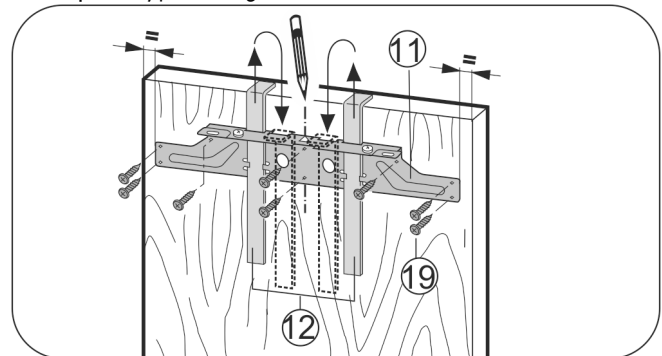

Fig. 18
- ▶ Αναρτήστε την τραβέρσα στερέωσης Fig. 18 (11) με τους οδηγούς τοποθέτησης Fig. 18 (12) στην εσωτερική πλευρά της πόρτας του επίπλου.
- ▶ Ευθυγραμμίστε την τραβέρσα στερέωσης Fig. 18 (11) στο κέντρο της πόρτας.
- ▶ Βιδώστε την τραβέρσα στερέωσης Fig. 18 (11) με τουλάχιστον 6 βίδες Fig. 18 (19).
- ▶ Βιδώστε την τραβέρσα στερέωσης Fig. 18 (11) με 4 βίδες Fig. 18 (19) στην άκρη.
- ▶ Τραβήξτε προς τα επάνω τους οδηγούς τοποθέτησης Fig. 18 (12) και εισάγετε υπό γωνία στα παρακείμενα ανοίγματα υποδοχής.